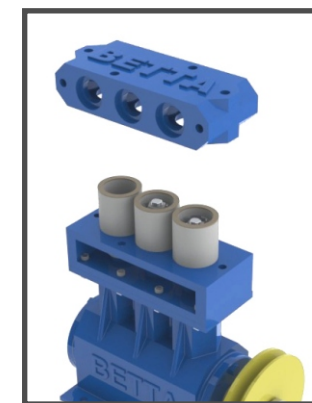

Fig. 35
- 5 - Suspender o cabeçote central, tomando o cuidado com as camisas de cerâmica, elas normalmente ficam aderidas ao cabeçote central e estas camisas são extremamente frágeis com relação a impacto. (Fig 35)